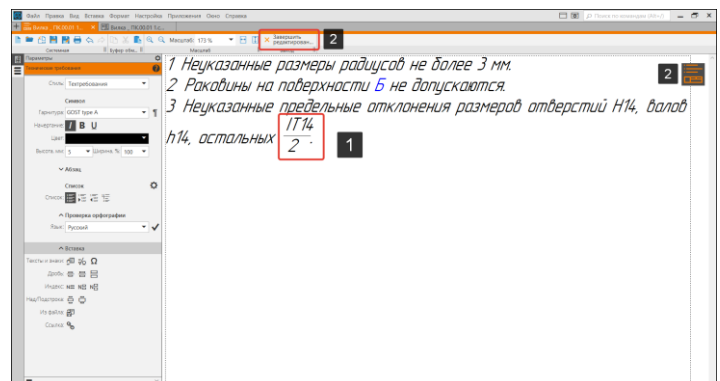

Рисунок 272 – Завершение редактирования технических требований
- Заполним значение дроби для третьего пункта $\frac{IT14}{2}$ (1) (Рисунок 272);
- Для завершения редактирования технических требований нажмем кнопку Завершить редактирование (2) (Рисунок 272);